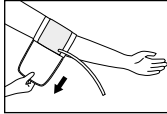
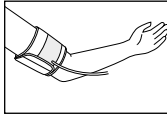

Bild 2
Bild 3
- Ziehen Sie jetzt das freie Manschettenende straff (Bild 2) und schließen Sie den Klettverschluss (Bild 3).